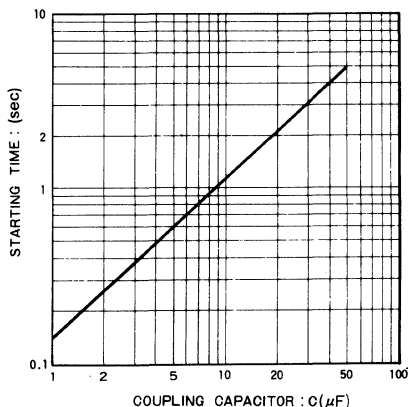

Fig.15 電源投入時での立ち上がり時間
4.7 μ F が推奨値です。この容量は電源投入時の立ち上がり時間と関係があり、その関係は Fig.15 のようになります。容量が小さく 1 μ F 程度になると、電源投入時の過渡音が大きくなります。